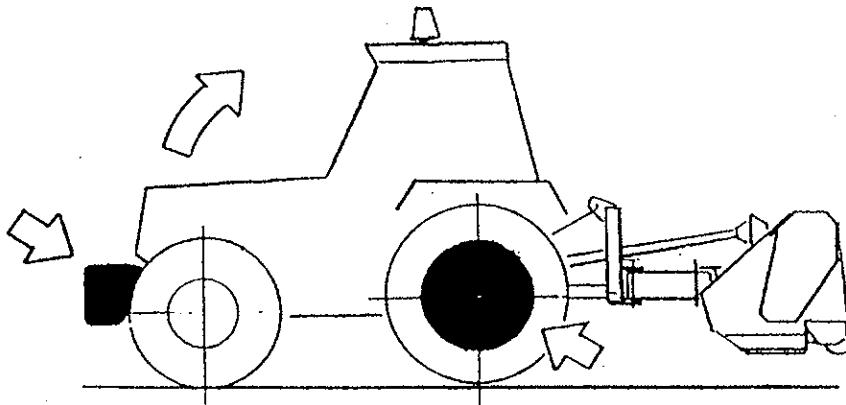

FIG. 11
- 本機を付けた状態で、トラクターの油圧で本機を上へ持ち上げて下さい。トラクターの片側が浮くようであれば、トラクターの前側にフロントウェートを装着し、本機と反対側の後輪ホイールにバランスウェートを装着してください。(図11)